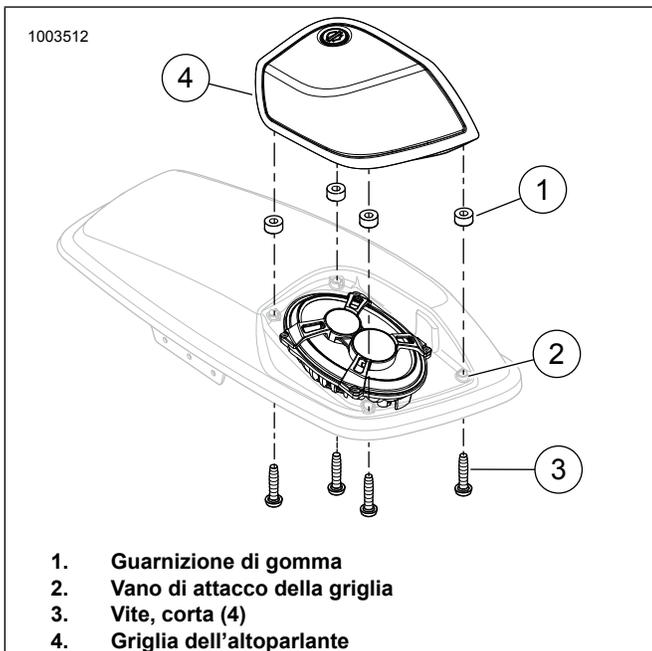

Figura 2. Installazione e rimozione della griglia
4. Vedere la figura 2. Rimuovere le viti della griglia dell'altoparlante (3). Conservarla per usarla in seguito.
5. Rimuovere la griglia dell'altoparlante (4). Conservarla per usarla in seguito.
6. Annotare la posizione delle guarnizioni di gomma (1) per il riutilizzo.